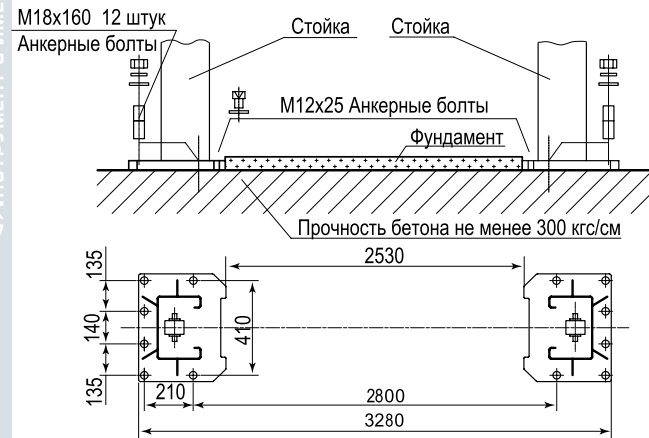

Рисунок 4 – Установочные размеры
7. Выставьте стойки по размеру (3260 мм) по наружной базе опорных плит. Выровняйте положение стоек, измеряя диагонали между углами опорных плит (рис. 4).